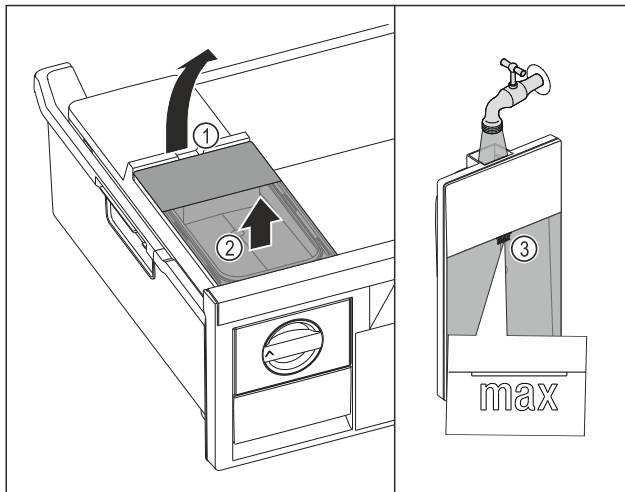

Fig. 85
- Sollevare il serbatoio dell'acqua dalla cavità Fig. 85 (1).
- Rimuovere il serbatoio dell'acqua estraendolo verso l'alto. Fig. 85 (2)
- Riempire il serbatoio dell'acqua con acqua potabile fino al contrassegno Fig. 85 (3).